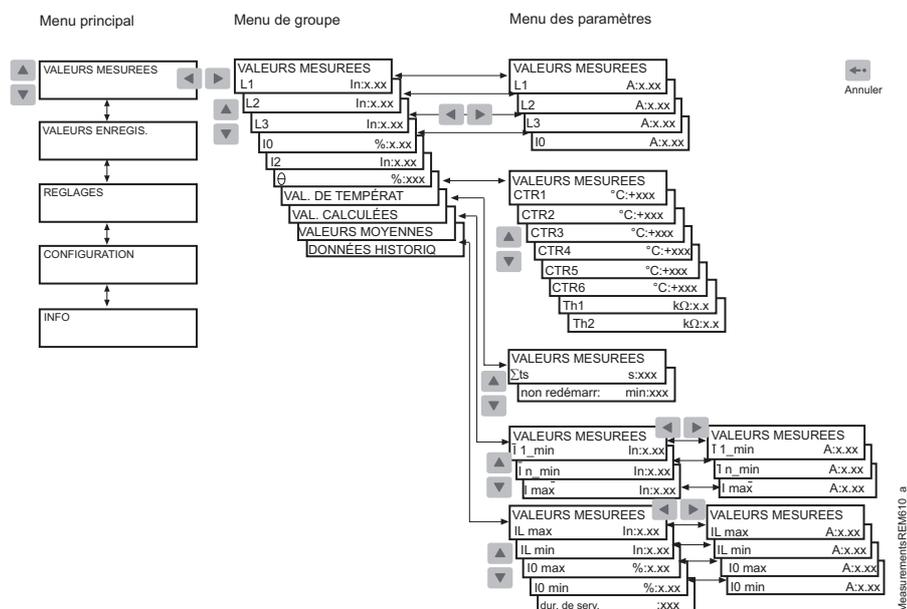

Fig. 4.2.1.2.-1 Mesures
- Utilisez les touches  et  pour suivre les valeurs mesurées des phases L1, L2 et L3, et la valeur mesurée de I_0 , I_2 et θ . Les courants par phase et la valeur de I_2 sont indiqués en tant que multiples du courant nominal I_n qui correspond au courant de pleine charge (FLC) du moteur. I_0 est indiqué en tant que pourcentage du courant nominal du transformateur de courant (TC), tandis que θ est indiqué en tant que pourcentage du niveau de déclenchement thermique. Appuyez sur la touche  encore une fois pour afficher les valeurs correspondantes du courant primaire L1, L2, L3 et I_0 . Si les facteurs de conversion n'ont pas été réglés, l'affichage présente des pointillés.
- Utilisez les touches fléchées pour suivre les autres valeurs mesurées dans les menus TEMPERATURE DATA, CALCULATED DATA, DEMAND VALUES et HISTORY DATA (voir la Fig. 4.2.1.2.-1).